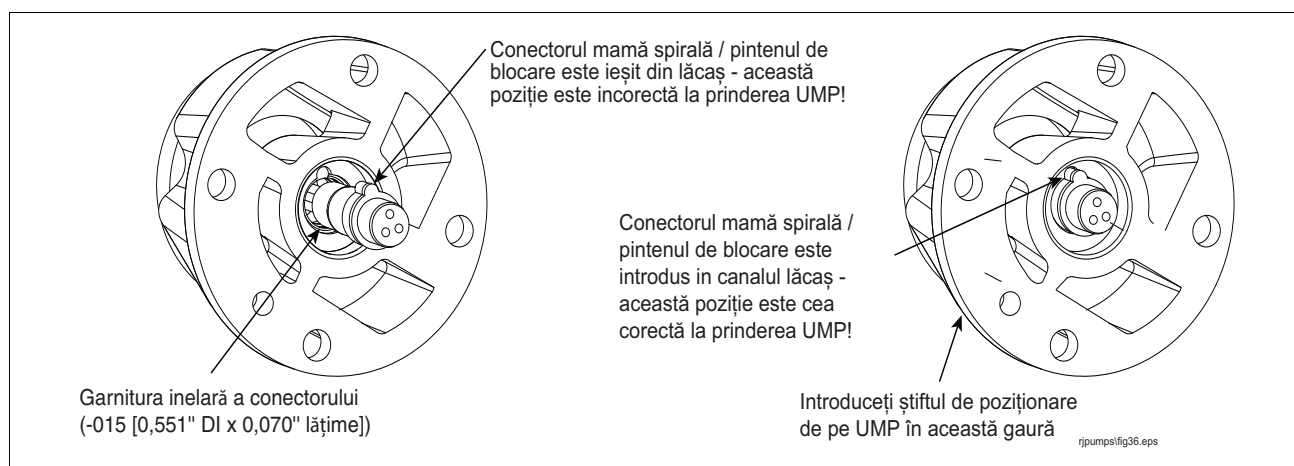

Figura 28. Verificarea așezării corecte a conectorului mamă cu spirală
8. Trageți afară conectorul cu spirală din capul de refulare, suficient cât să vedeți garnitura inelară din peretele lateral al mufei (vezi Figura 28). Scoateți garnitura inelară a conectorului din mufa conectorului și eliminați-o. Luați o garnitură inelară cu 0,551" DI x 0,070" lățime din kitul de piese/etanșare și lubrifiați-o cu vaselină rectificată. Treceți noua garnitură inelară peste conectorul cu spirală și împingeți-o în canalul din peretele mufei conectorului. Lubrifiați cu vaselină rectificată corpul conectorului cu spirală și împingeți-o la loc în mufă, asigurându-vă că pintenul de blocare se află în canelura mufei.
10. Aliniați știftul de poziționare al UMP, astfel încât să intre în gaura corespunzătoare din capul de refulare (vezi Figura 28) și împingeți UMP în poziție, folosind doar forța mâinilor. UMP trebuie să stea fix pe capul de refulare înainte de prinderea bolțurilor de fixare ale UMP.
11. Împingeți conductorii spiralei în mufa conectorului până ce ies în compartimentul de cabluri al pacherului. La capătul de refulare (conector) al spiralei, ungeți cu puțină vaselină rectificată suprafața exterioară a conectorului și împingeți-o în mufa sa din capul de refulare. Aveți grijă să aliniați pintenul de blocare al conectorului cu canelura din mufă așa cum se arată în desenul din dreapta, în Figura 28 la pagina 32.
13. Aliniați știftul de poziționare al UMP, astfel încât să intre în gaura corespunzătoare din capul de refulare (vezi din nou Figura 28 la pagina 32) și împingeți UMP în poziție, folosind doar forța mâinilor. UMP trebuie să stea fix pe capul de refulare înainte de prinderea bolțurilor de fixare ale UMP.